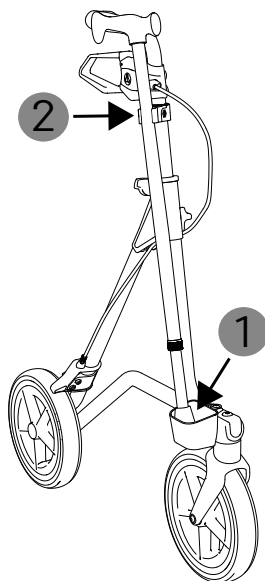

fig. 13
1. Per posare il bastone, inserire prima il piedino di gomma del bastone nella parte inferiore del portabastone (1, fig. 13).
2. Quindi, esercitando una leggera pressione, far scattare il bastone nella morsa superiore del portabastone (2, fig. 13).